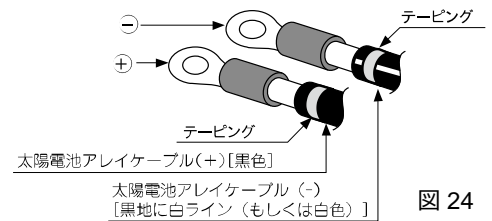

図 24
- ・ 各入力毎に接続するテーピングの目印の色を変えていただくと、確実に接続できます。(図 24)